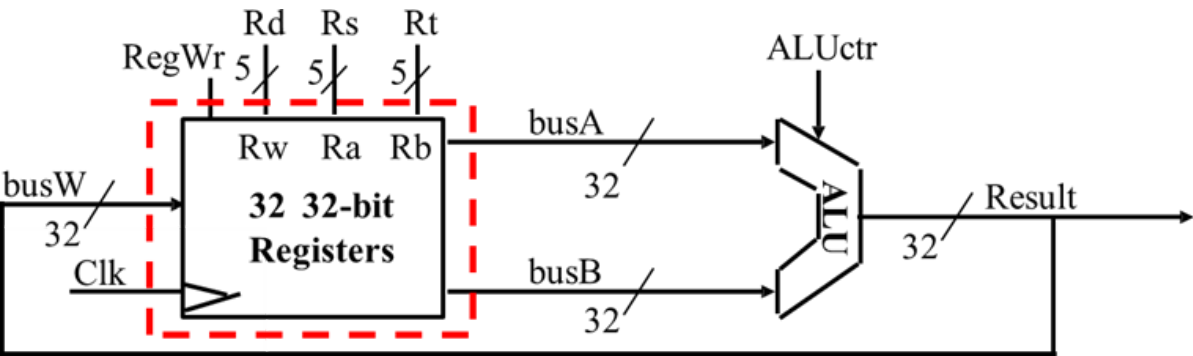
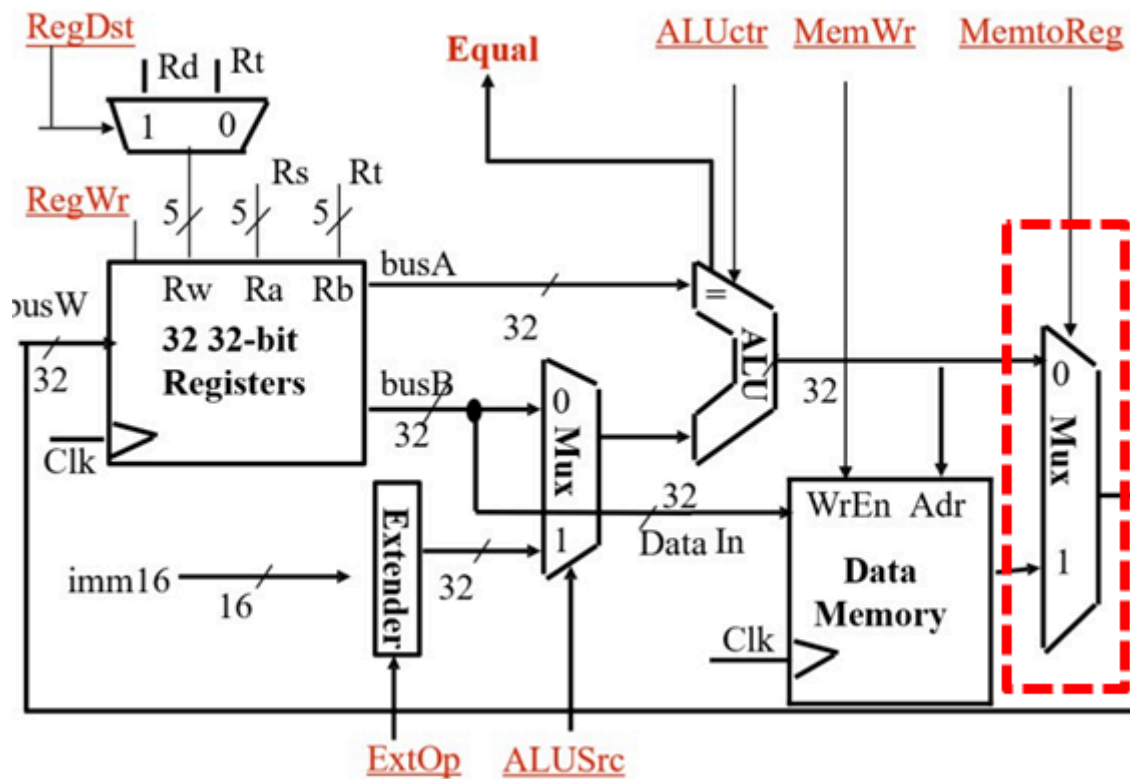

图1
图2
1. 根据寄存器堆 (register file) 原理图 (图1) , 使用 Verilog 语言定义 register file 模块;
2. 将所涉及的 ALU (Lab1-5) 与 register file 模块连起来, 形成如图1所示的系统;
3. 图 2 在图 1 的基础上加入了多路选择器的部件, 用来选择寄存器的写入数据是根据 ALU还是根据存储器来进行写入。**根据图 2 中红色框框里面的原理, 完成一次模拟存储器写入, 通过 MemtoReg 控制信号来确定 busW 信号是来之存储器的常数还是 ALU 输出的结果, 通过下列语句可以实现:**